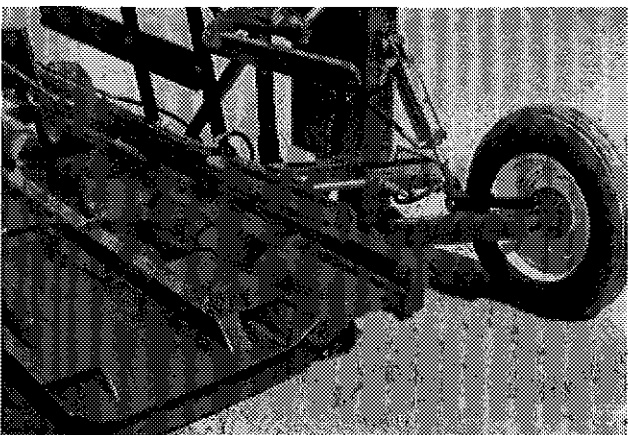

Figure 20
- 5) Abaisser les roues arrière du SilaTube de façon à enlever la friction du SilaTube sur le sol, mais sans le soulever inutilement. (fig. 20)